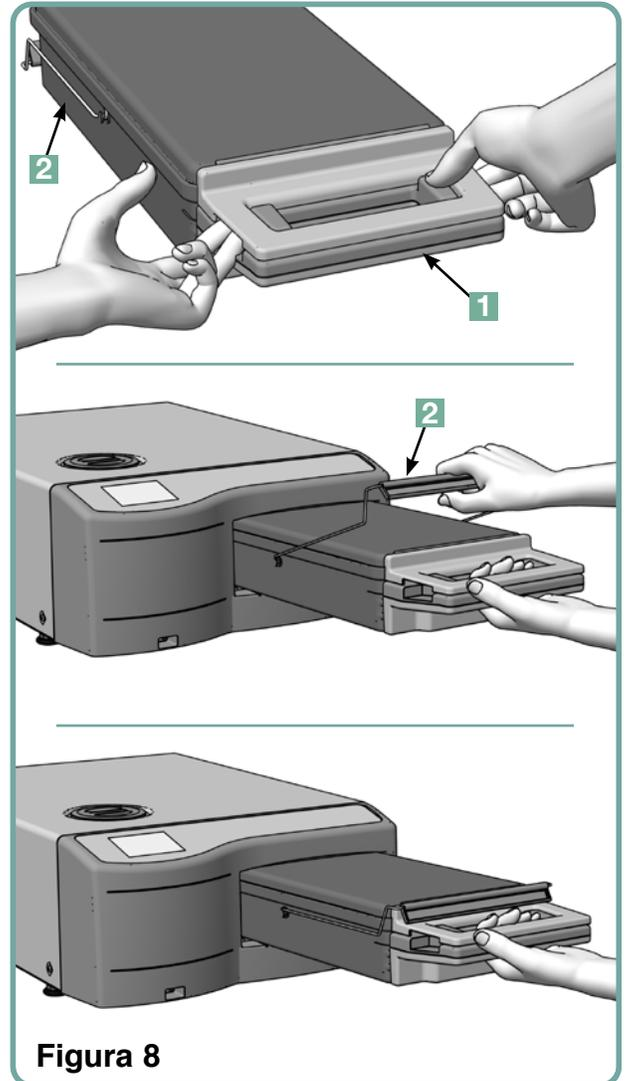

Figura 8
1. Segurar o cabo da cassete numa mão e a pega de transporte noutra conforme mostrado na Figura 8.